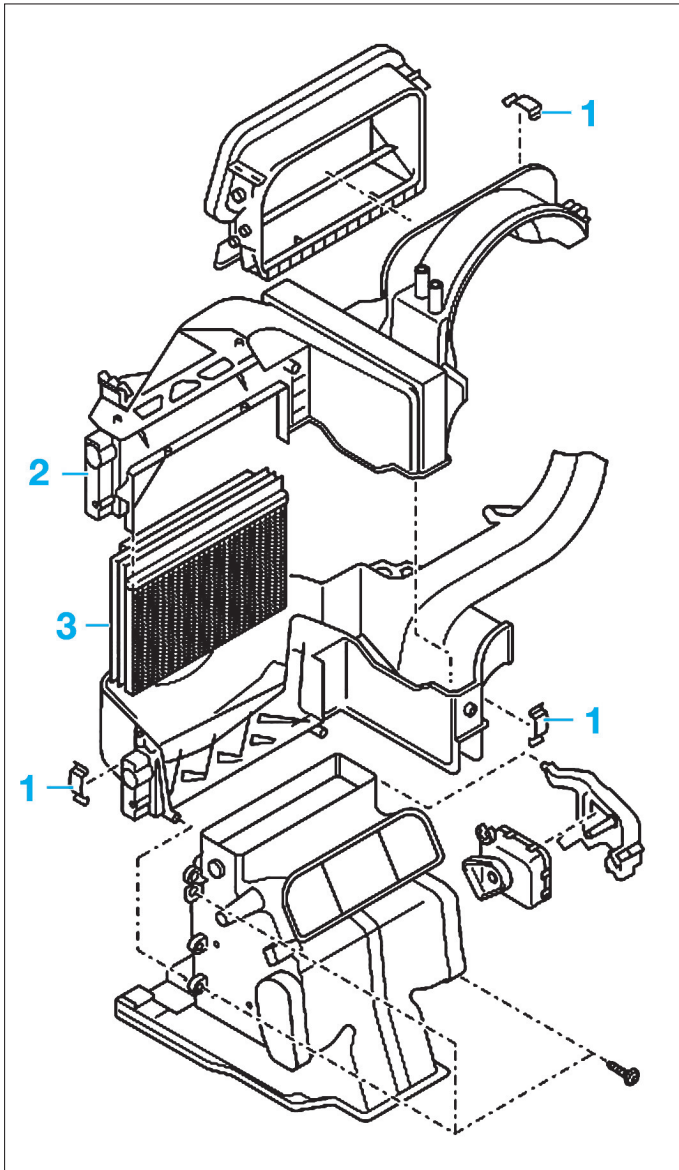

FIG. 10
- Serrer la vis (1) avant les vis (2) et (3).
- Dégrafer les clips (1) (Fig.10).
- Déposer la partie supérieure du bloc de chauffage (2).
- Extraire l'évaporateur (3).